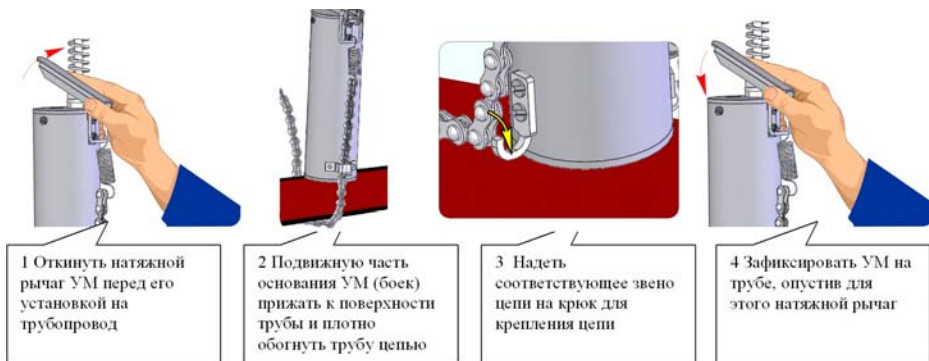

Рис.18
Включить питание клавишей включения питания поз.1 рис.18 в одно из положений "I", в зависимости от выбираемой мощности. При свечении индикатора "Питание" поз.6 желтым цветом следует зарядить внутренние аккумуляторы, свечение зеленым цветом - можно приступать к работе.
- Закрепить ударный механизм на исследуемом объекте (трубе) при помощи цепного крепления с фиксирующим рычагом (рис.18).